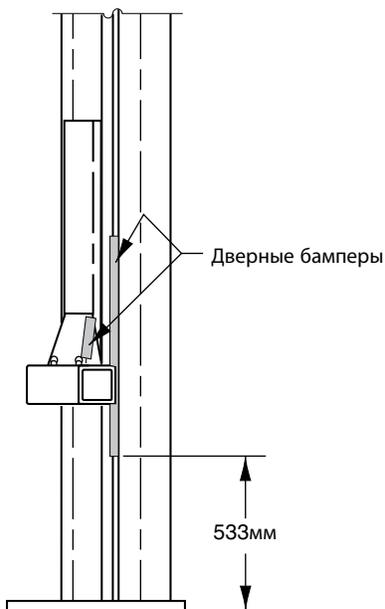

Рис. 22
- 1) Вдавите бамперы на краю стойки и салазках (см. рис. 22).